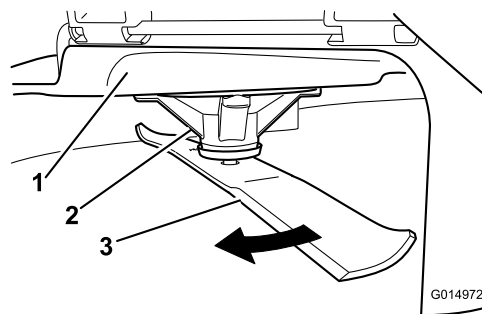

Figura 63
2. Usando luvas almofadadas ou outra proteção adequada para as mãos, rode lentamente lâmina para uma posição que lhe permita uma medição da distância entre a extremidade de corte e a superfície nivelada onde a máquina está (Figura 63).